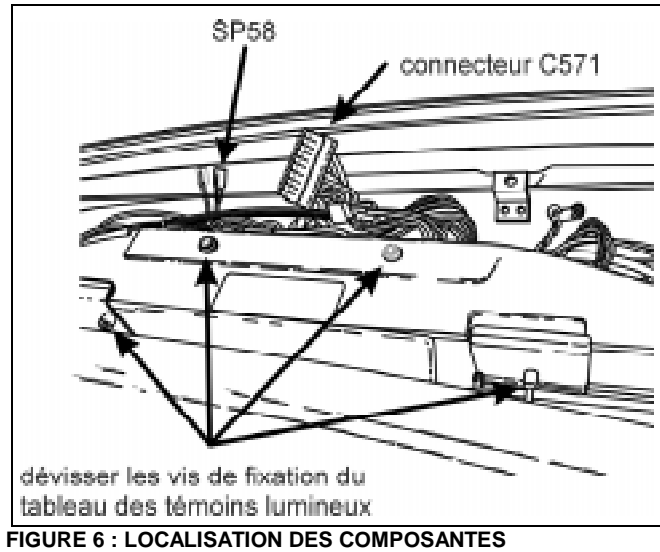

FIGURE 6 : LOCALISATION DES COMPOSANTES
6. Insérer l'extrémité 86T (rouge) du câblage du relais (pièce Prévost 065212) au port #10 du connecteur C571, identifié par une étiquette (figure 6).
7. Localiser le fil (gris) SP58. Celui-ci arrive derrière le tableau de bord (figure 6).
12. Dévisser les vis de fixation du tableau de témoins lumineux et tirer le tableau vers l'arrière (figure 6).